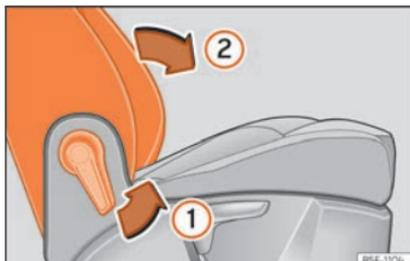

Abb. 161 Beifahrersitz: Hebel zum Umklappen der Rückenlehne.
- Ziehen Sie den Hebel **①** » **Abb. 161** und drücken Sie die Rückenlehne soweit nach vorn **②** bis sie sich in horizontaler Stellung befindet.